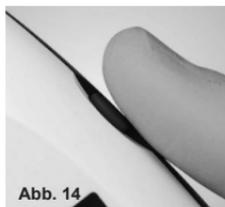

Abb. 14
1. Um das Gerät einzuschalten, die Starttaste (Abbildung 14) eine halbe Sekunde betätigen und dann loslassen. Bei gedrückter Taste zeigt das Display eine Reihe waagerechter Balken, wenn die Impulsfrequenz auf „LANGSAM“ eingestellt ist. Bei „MITTEL“ werden zwei Reihen angezeigt, bei „SCHNELL“ drei Reihen (Abbildung 15).